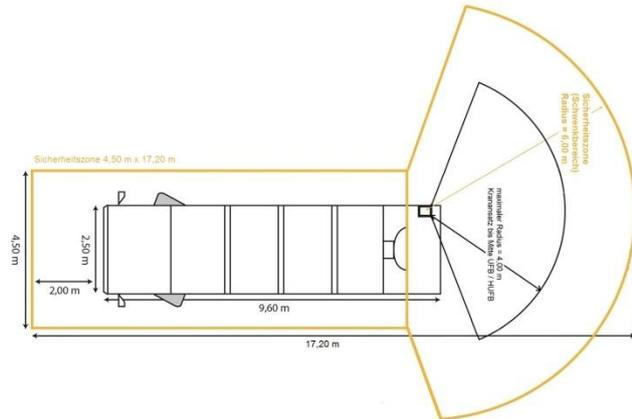

Abb. 2 - Aufsicht Kehrichtfahrzeug (siehe auch nächste Seite)
- Auf der Fahrzeugseite in Richtung zum UFB bzw. HUFB hin ist der gesamte Schwenkbereich bis auf eine Lichthöhe von 11 Metern frei (Abb. 2 und 3).
- Der Mittelpunkt des UFB bzw. HUFB ist innerhalb des Hebe- und Schwenkbereiches des Kehrichtsammelfahrzeugs platziert (maximaler Radius 4,00 m, Krananzst bis Mitte UFB, HUFB; Abb. 2).
Für die Bewirtschaftung der UFB bzw. HUFB sind am Entleerungsort nachfolgende Bedingungen wichtig (Abb. 2 und 3):